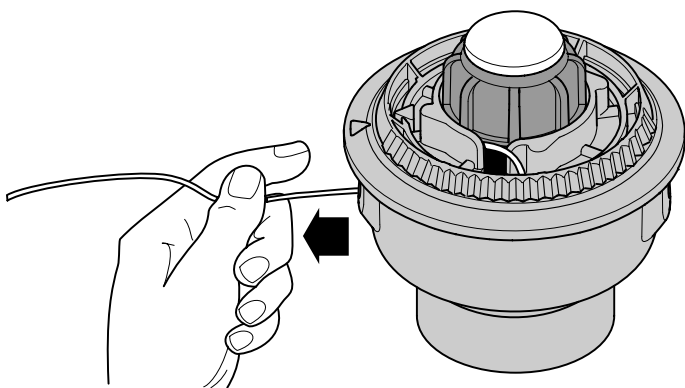

Fig. 18
6. Saque la línea de la bobina exterior hasta que esté tirante contra el carrete interior (Fig. 18).